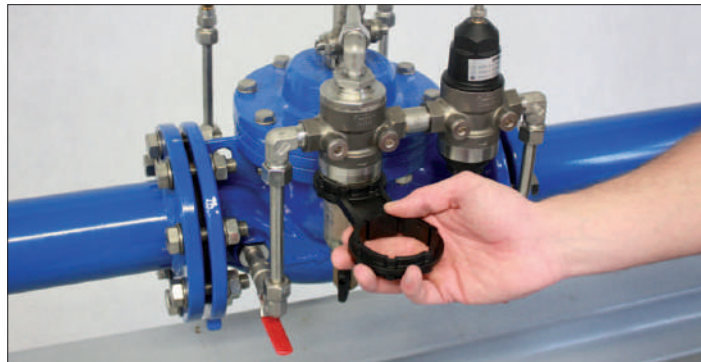

Рис. 39: Снятие смотрового стекла
3. Снять смотровое стекло при помощи входящего в комплект поставки ключа (рис. 39).